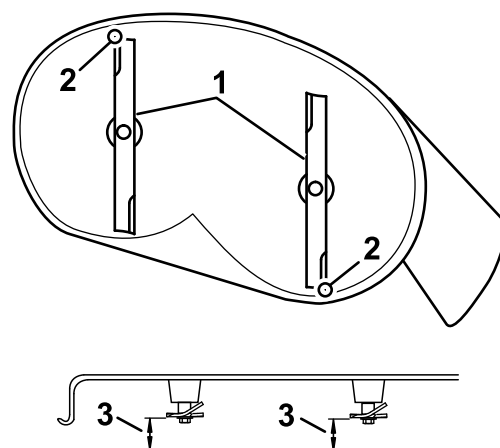

Figure 69
4. Faites pivoter les lames avec précaution pour faire passer les pointes avant à l'arrière (Figure 69).
5. Mesurez la distance entre la pointe de la lame avant et la pointe de la lame arrière par rapport à la surface plane (Figure 69).